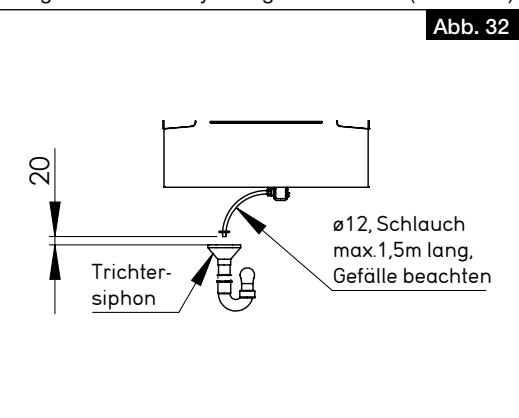

Abb. 32
- > Der Kondensatschlauch muss 20 mm über dem offenen Abfluss bzw. möglichen Wasserstand enden (s. Abb. 32).
- > Der vom Kugelsiphon abgehende Kondensatschlauch muss mit einem Gefälle nach unten, frei abtropfend in einen Trichtersiphon abgeleitet werden und darf nicht in ein geschlossenes System geführt werden (s. Abb. 32).
> Der Kondensatschlauch muss 20 mm über dem offenen Abfluss bzw. möglichen Wasserstand enden (s. Abb. 32).